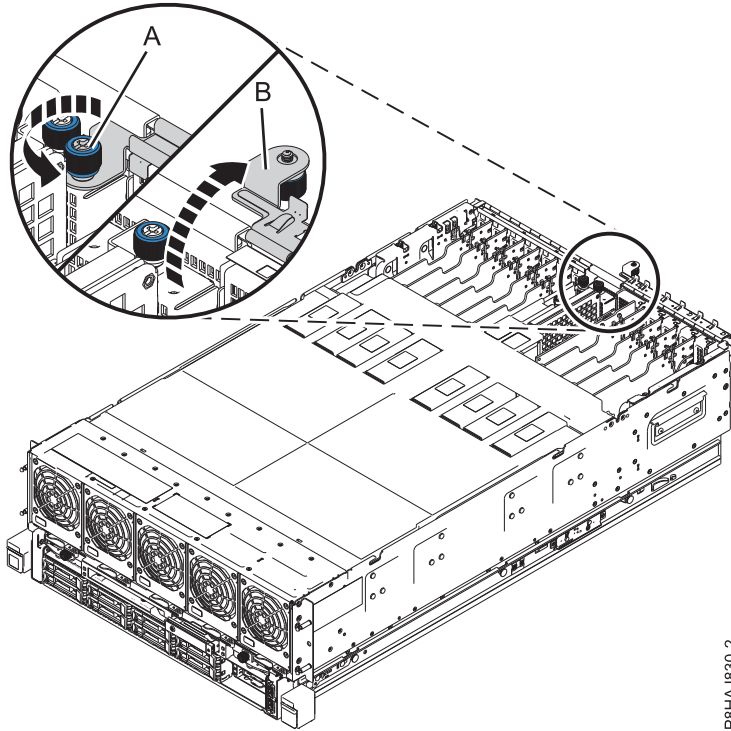

Figura 43. Apertura del pestillo de E/S
2. Afloje el tornillo de mano (**A**), girándolo en la dirección que se muestra en la Figura 43 en la página 54.
3. Lleve el pestillo de acceso de servicio (**B**) a la posición de abierto, empujándolo en la dirección que se muestra en la Figura 43 en la página 54.